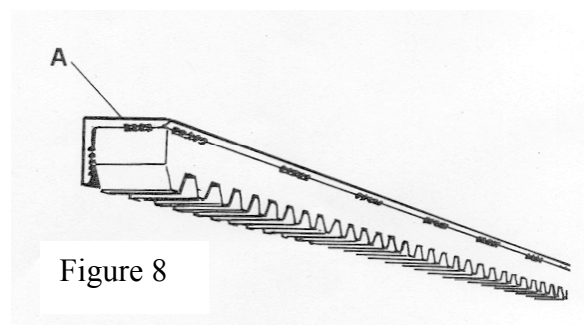

Figure 8
- Souder la crémaillère à une cornière A (figure 8) qui sert d'épaisseur et qui évite les inconvénients dérivés d'éventuelles cambrures du portail